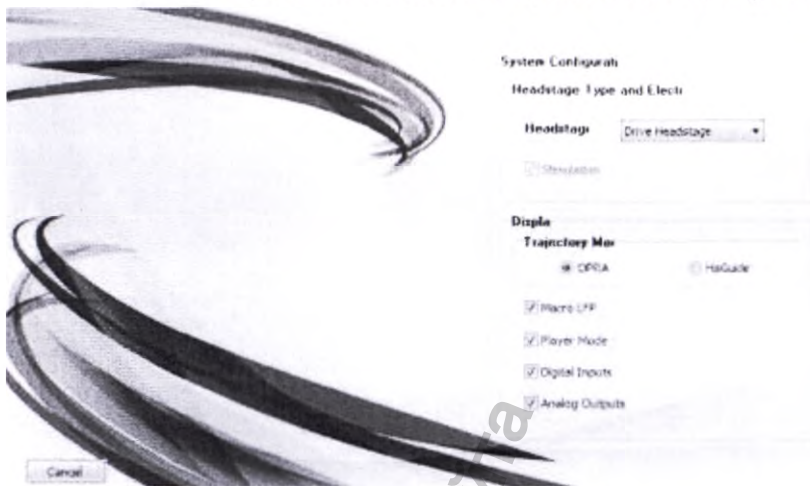

Рисунок 52: Шаблон рабочего места
10. Отобразится окно шаблонов рабочих мест (Рисунок 52)